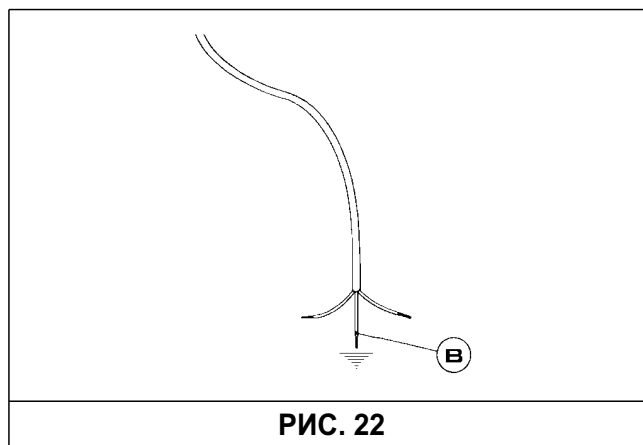

РИС. 22
*В случае замены подводщего кабеля провод заземления следует оставлять длиннее проводов фазы (см. рис. 22), кроме того следует соблюдать правила, приведенные в разделе 8.*